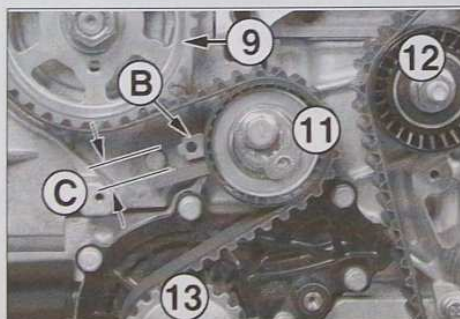

FIG. 14
- À l'aide d'une clé six pans, tourner le galet tendeur (11) vers la droite jusqu'à aligner l'index du galet (B) au milieu de la fourche symbolisée en (C) (Fig.14).